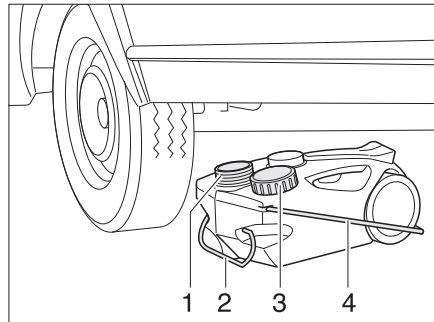

Bild 137 Avloppstank, mobil
- Stäng avloppstankens öppning (Bild 137,1) med locket (Bild 137,3).
- Dra ut avloppstanken i handtaget (Bild 137,2).
- Fäll upp bärhandtaget (Bild 137,4) ställ upp avloppstanken.